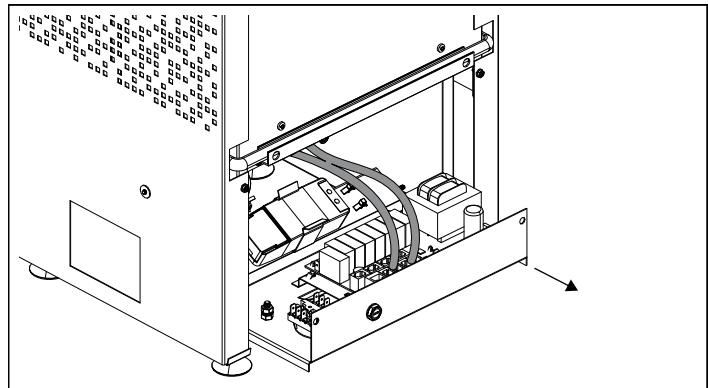
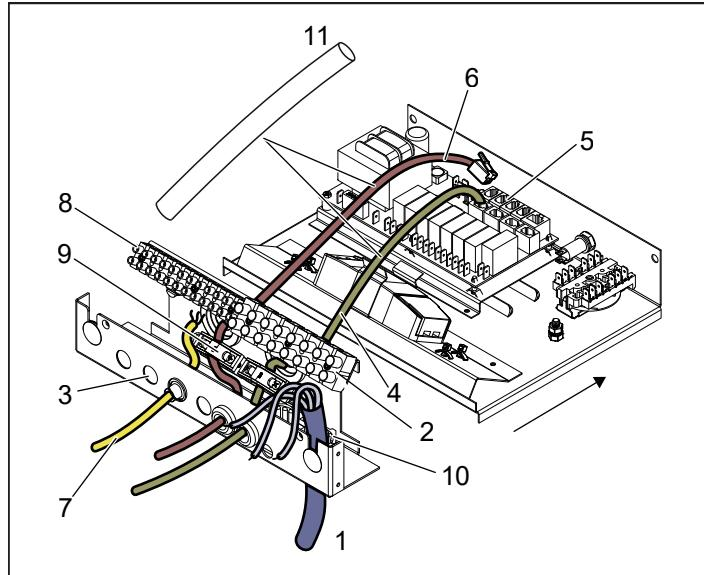
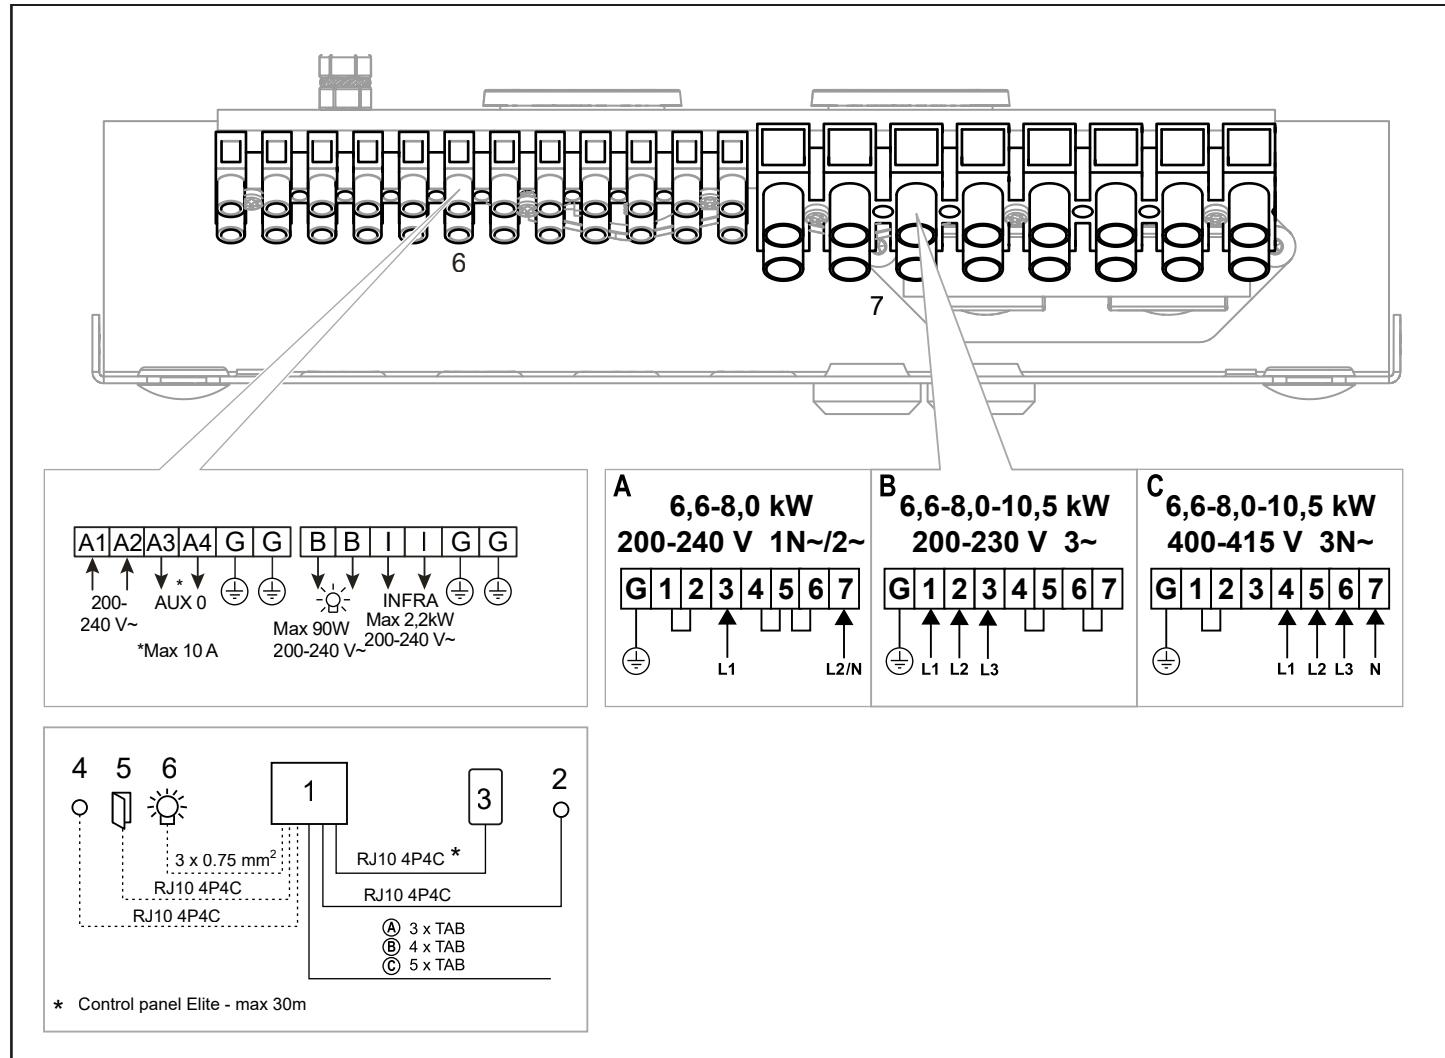
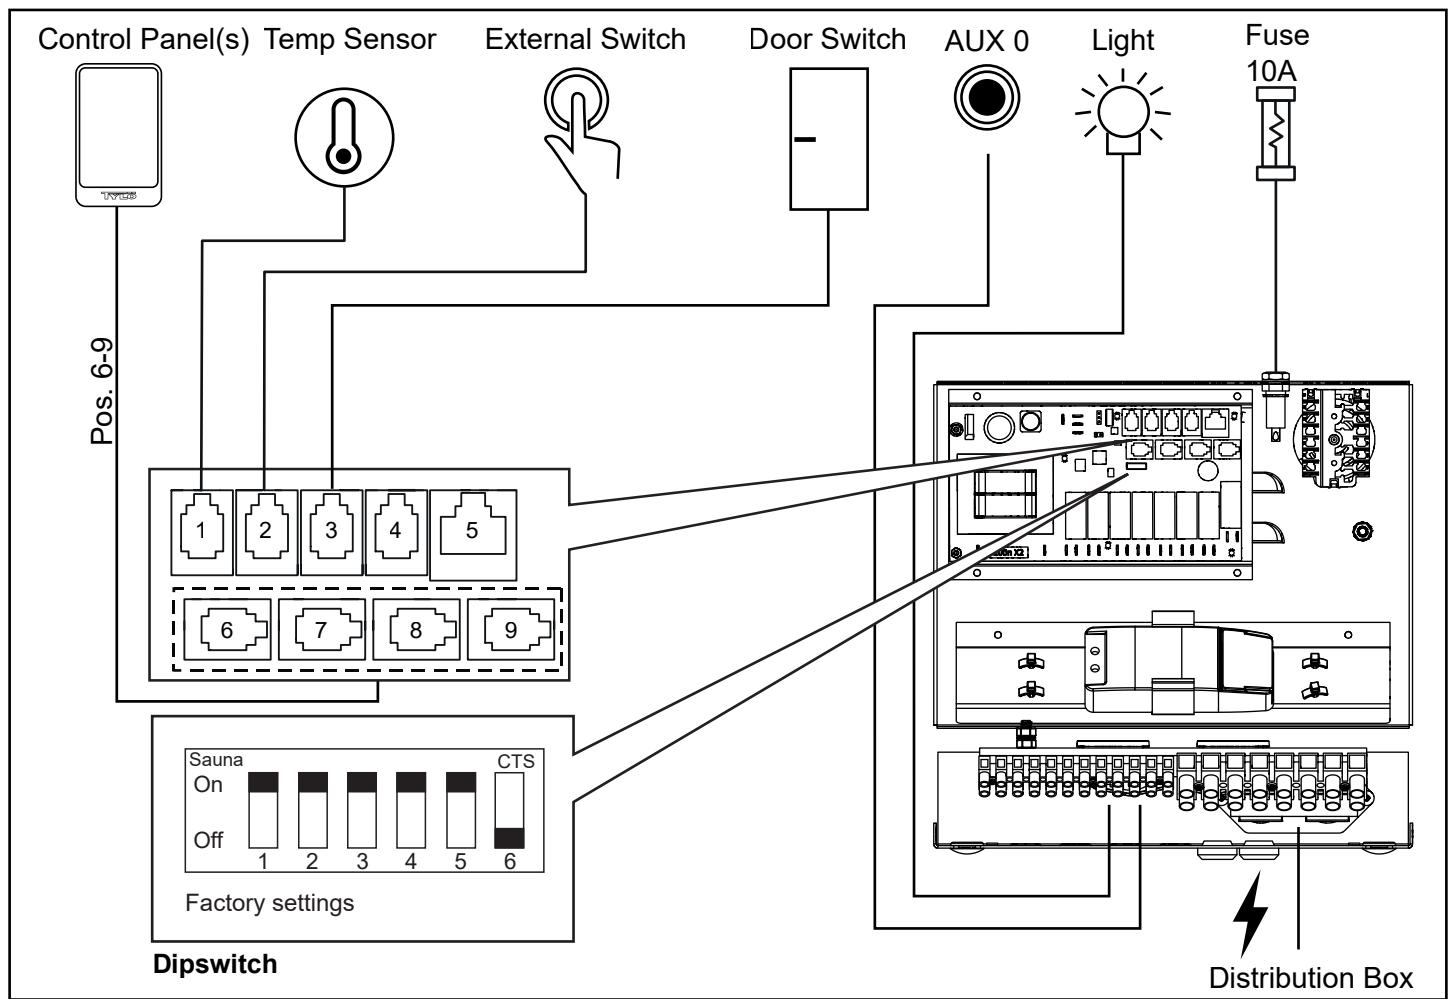

Fig 9: Dra ut lådan för lättare åtkomst
Fig 10: Eldosan
Fig 14: Kopplingsschema
Fig. 15. Schematisk installation Crown Elite
3. Anslut elkabeln (se Fig 10) enligt kopplingsschema (se Fig. 14).
4. Dra kablar för manöverpanel och temperatursensor genom kabelgenomföringarna se fig 10. Anslut manöververpanelens kabel i en av de fyra RS485-kontakerna (position 6-9, se Fig 15).
5. Anslut sensor kabeln i NTC uttaget (position 1, fig 15). Dra ut lådan för att sträcka kablarna och spänna dragavlastningarna, se fig 9.
6. Anslut eventuell kabel till belysning och/eller IR-paneler, se Fig 10, till enligt kopplingsschema Fig 14.
Vid inkoppling till spänningar eller fas-tal, som inte anges i kopplingsschema Fig 14, kontakta Tylö kundservice.